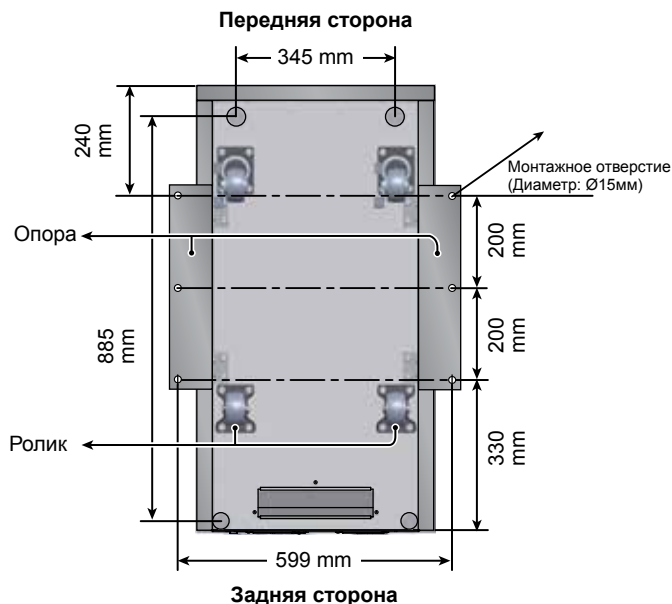

Рис. 5-3. Расположение монтажных отверстий
- 2) Перед установкой ознакомьтесь со схемой расположения монтажных отверстий на *рис. 5-3*.